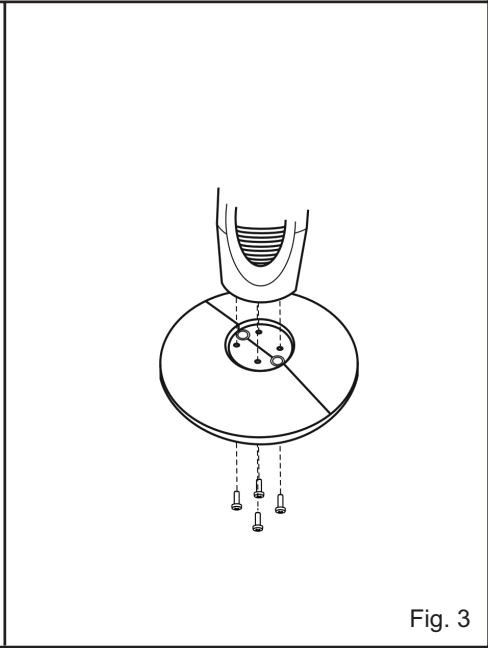

Fig. 3
3. Fije la columna a la base mediante los 4 tornillos de sujeción (Fig.3)
3. Fix the tower to the base using the 4 fitting screws (Fig.3)